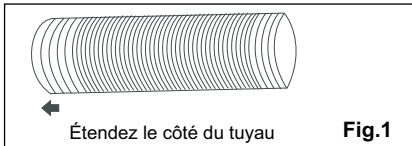
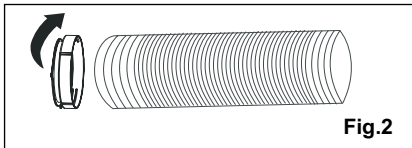

Fig.1
Fig.2
1. Étendez chaque côté du tuyau (fig. 1) et vissez le tuyau au connecteur A (fig. 2).